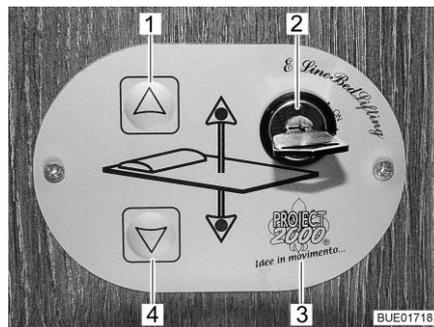

Bild 50 Bedienteil
- Bedienteil** Mit den Tasten (Bild 50,1 und 4) auf dem Bedienteil (Bild 50,3) wird das Hubbett abgesenkt oder angehoben. Mit dem Schlüsselschalter (Bild 50,2) wird das Bedienteil gegen unbefugte Benutzung gesichert. Das Hubbett ist in der Höhe stufenlos einstellbar.
- Schlüssel im Schlüsselschalter (Bild 50,2) um 90° im Uhrzeigersinn auf Stellung "On" drehen. Das Bedienteil (Bild 50,3) ist aktiviert.
- Pfeiltaste (Bild 50,4) drücken und so lange gedrückt halten, bis das Hubbett in die gewünschte Position nach unten gefahren ist.
- Pfeiltaste (Bild 50,1) drücken und so lange gedrückt halten, bis das Hubbett in die Endstellung nach oben gefahren ist.
Notbetrieb Wenn sich das Hubbett mit den Pfeiltasten (Bild 50,1 und 4) nicht mehr bewegen lässt, zuerst die Sicherungen prüfen (siehe Abschnitt 8.9.1). Wenn die Sicherungen in Ordnung sind und sich das Hubbett trotzdem nicht bewegen lässt, kann das Hubbett manuell im Notbetrieb bedient werden.